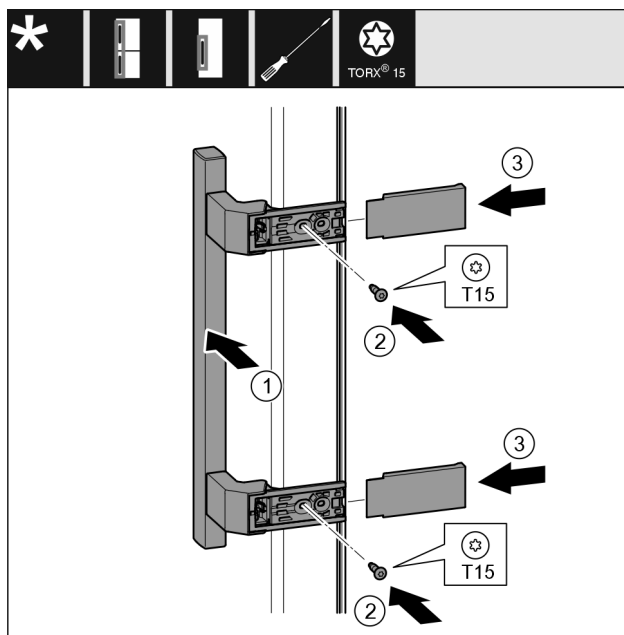

Fig. 20
- ▶ Εφαρμόστε τη λαβή Fig. 20 (1) στην απέναντι πλευρά.
- ▶ Σφίξτε τις βίδες Fig. 20 (2) με κατσαβίδι.
- ▶ Εφαρμόστε στο πλάι τα καλύμματα Fig. 20 (3) και τοποθετήστε τα.